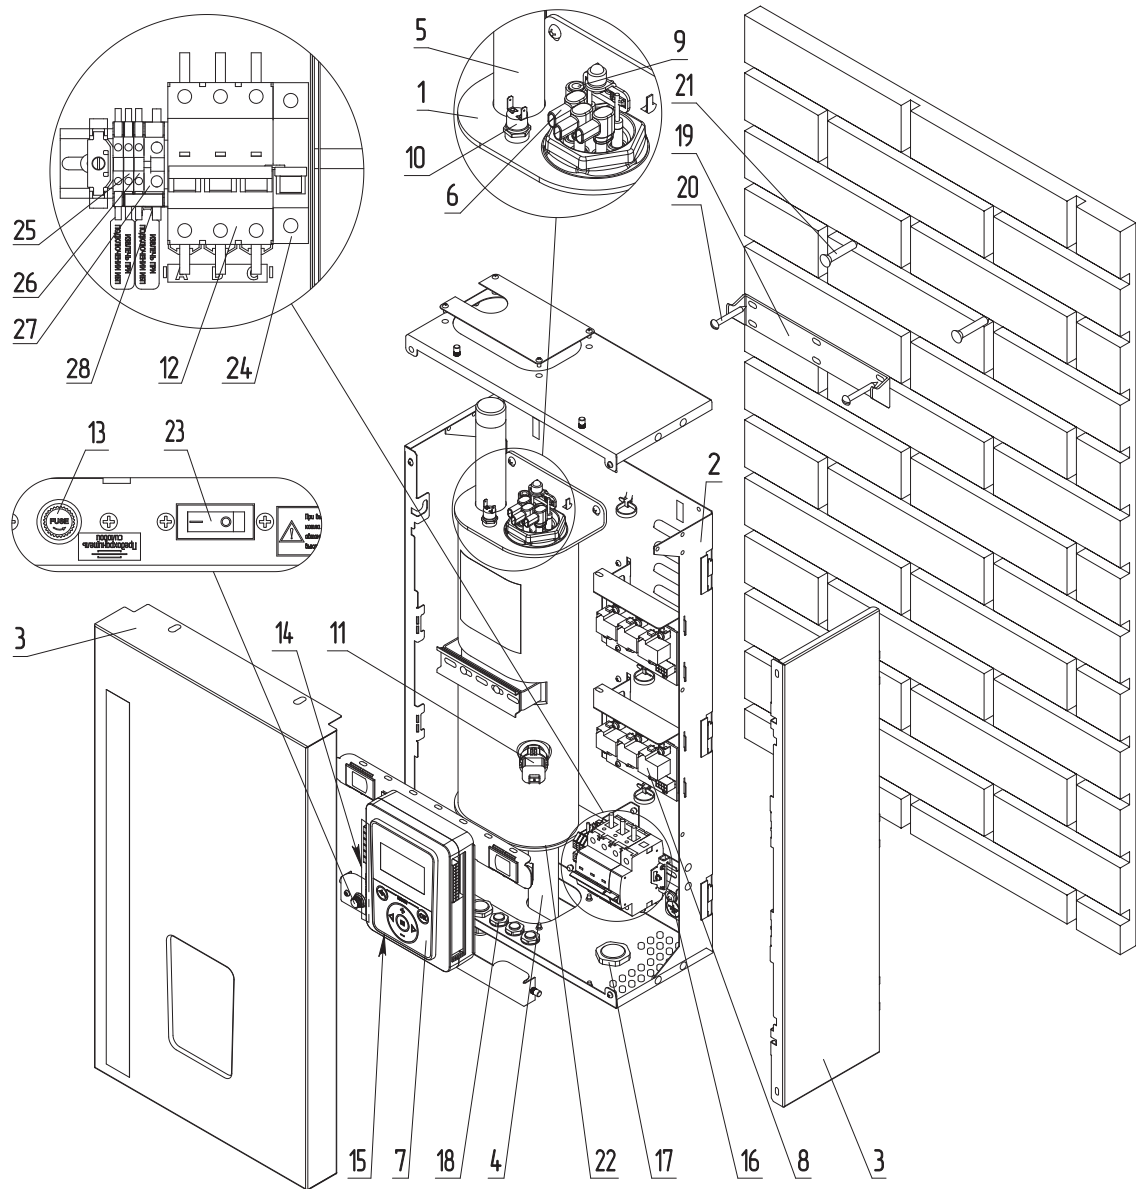

Рис.1 Устройство электрического котла ZOTA LUX-X 4,5-24 кВт
Закрепите настенный кронштейн на вертикальной поверхности в необходимом месте с помощью шурупов, входящих в комплект, и установите на него котел, как показано на **рис.1, 2, 3**.
- присоединить рабочий нулевой провод на клемму нейтраль (N) котла;
- защитный нулевой провод (РЕ) подключить на болт «ЗАЗЕМЛЕНИЕ» (**рис.1, 2, 3 поз.16**);